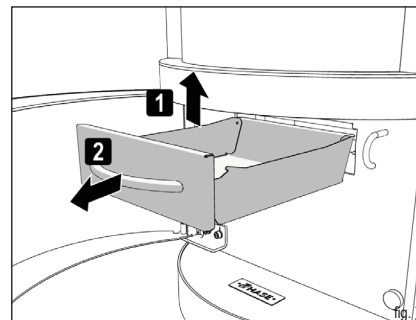

fig. 7
- ▶ Rimuovete dal manico il cassetto cenere dall'apertura (fig. 7).